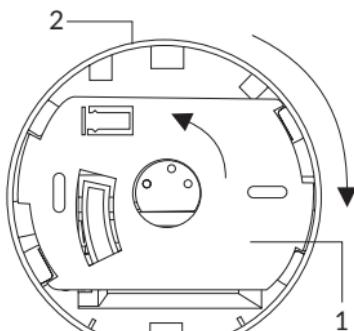

Fig. 2
- 6.1.** Séparez la base de fixation (fig. 2, position 1) du boîtier de l'appareil (fig. 2, position 2) en la tournant dans le sens inverse des aiguilles d'une montre.